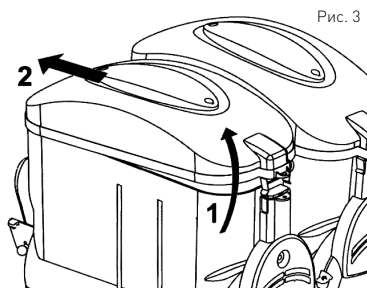

Рис. 3
- **ПРЕДУПРЕЖДЕНИЕ:** Смесь влейте в контейнер (2) только тогда, когда устройство ВЫКЛЮЧЕНО и отключено от источника питания.
- Для того, чтобы снять крышку (1) контейнера (2), следуйте инструкции (Смотри: Рис. 3):
- 2) Снимите крышку (2) с зацепки, расположенной на передней части контейнера.